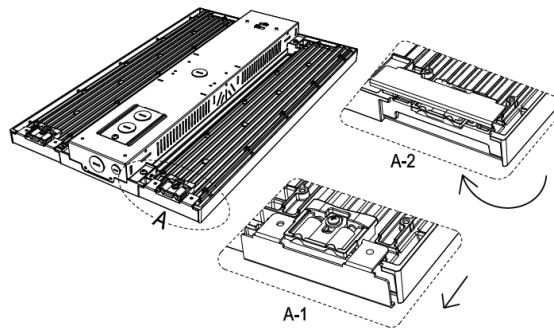

Figure 1
**STEP 1:** Push the retaining clasp with your finger to open the lens retaining plate in a rotating manner so that it falls into the slot of the heatsink. See Figure 1.
**ÉTAPE 1:** Poussez sur la boucle de retenue avec votre doigt pour ouvrir la plaque de retenue de la lentille en la faisant tourner de sorte qu'elle tombe dans la fente du dissipateur thermique. Voir la Figure 1.